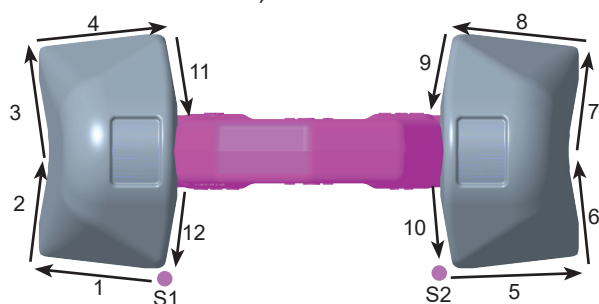

Fig. 1 : Ordre de soudure racine (S = point de départ)
- Commencez au point de départ S1 et soudez ensuite les sections 1 - 4 (Fig. 1).